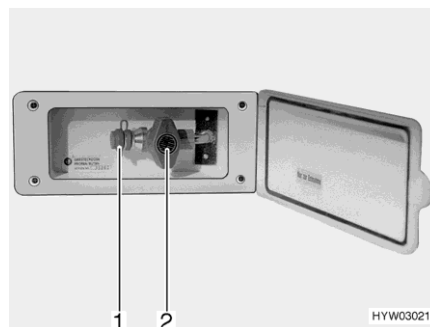

Bild 171 Externer Gasanschluss
- Externes Gasgerät an der Anschluss-Stelle (Bild 171,1) anschließen.
- Das Gasabsperrentil (Bild 171,2) öffnen.